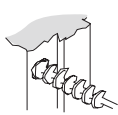

Figura 4b
- Perfore un agujero de 1" (25mm) a 1-3/16" (30mm) de profundidad en el quicio de la marca central (Figura 4b).